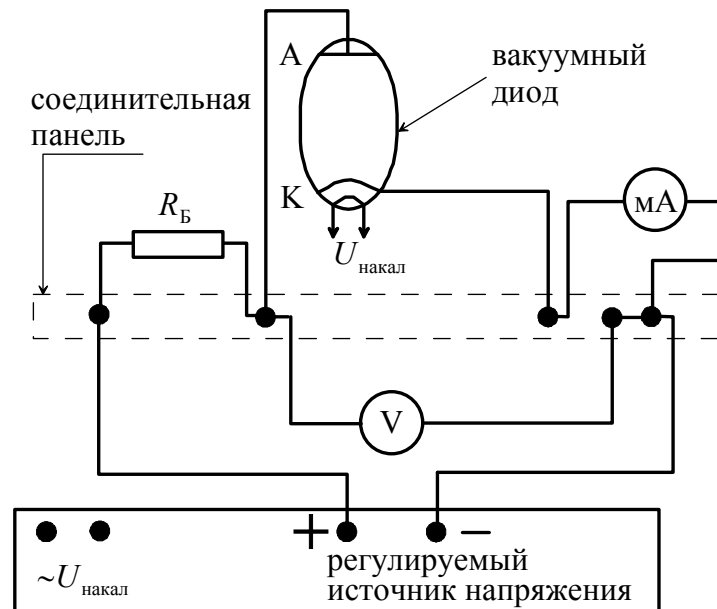

Рис. 2. Монтажная схема установки
Монтажная схема экспериментальной установки для измерения удельного заряда электрона представлена на рис. 2. Клемма «плюс» источника соединена с балластным сопротивлением  $R_B$ , которое последовательно соединено с анодом лампы и ограничивает анодный ток. Миллиамперметр включен последовательно с лампой и показывает ток  $I_a$ , текущий непосредственно через лампу. Вольтметр показывает сумму напряжений: напряжение на лампе и падение напряжения на амперметре. Так как последнее слагаемое мало, то можно считать, что вольтметр показывает напряжение  $U_a$ .
2. Соберите электрическую схему в соответствии с рис. 2. Установите ручку регулировки напряжения на источнике в крайнее левое положение (против часовой стрелки).
8. Определите коэффициент  $B$  по формуле (1).